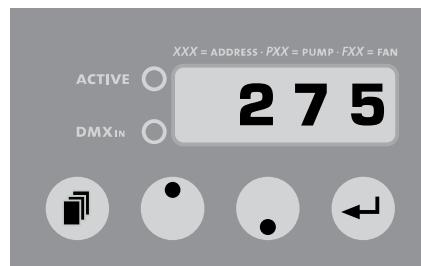

Abb. 3: Display-Anzeige bei Einstellen der DMX-Startadresse
- a) Drücken Sie die Mode-Taste [14] auf dem Bedienfeld, bis im Leuchtzifferndisplay [17] drei Zahlen erscheinen (siehe Abb. 3).